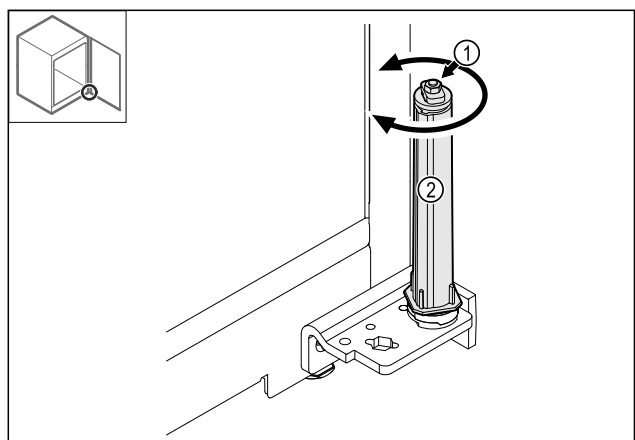

Fig. 41
- ▶ Nerozoberajte skrutkový spoj Fig. 41 (1) systému zatvárania.
- ▶ Otáčajte systém zatvárania Fig. 41 (2), kým nezacvakne.